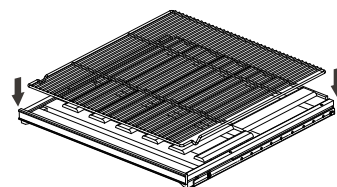

图 4
2. 将多饮品可拆卸托盘放置在ArteVino通用层架上（见图4）。